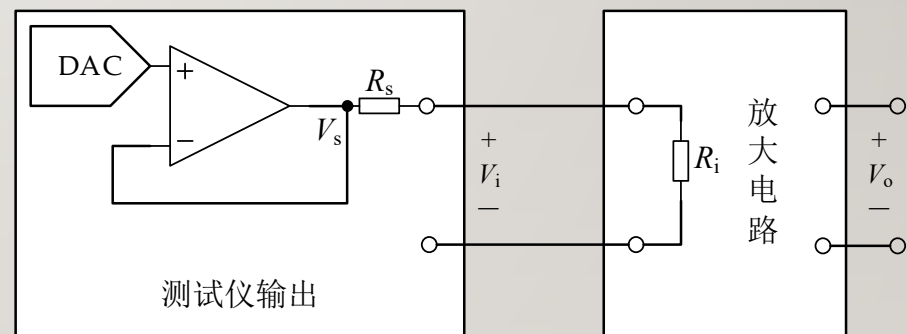

图2 输入电阻测量原理图
- 对于任意一个二端口网络，在信号输入端，输入电压与输入电流之比，称为输入电阻，即： $R_i = U_i / I_i$ ，测量输入电阻的原理如图2所示。在测试仪的输出端串联一只阻值已知的电阻 R_s ，输入信号的幅度到达放大器的输入端会被减小。用ADC分别测出 R_s 两端的对地电压 V_s 和 V_i ，两者差值即 R_s 上的电压降 $V_s - V_i$ ，所以输入电阻：